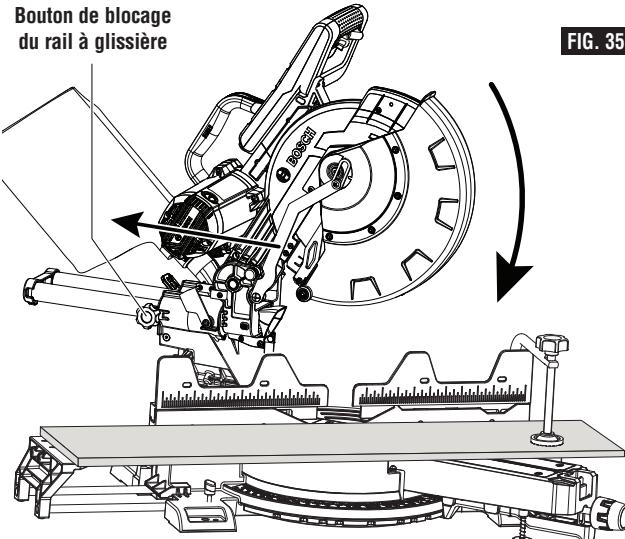

FIG. 35
- Faites glisser la tête de la scie vers l'arrière jusqu'au bout de sa course (figure 35).
**AVERTISSEMENT** Soyez conscient de la trajectoire de la lame. Faites une passe de pratique avec la scie hors tension en réalisant une simulation du cycle de coupe, et observez la trajectoire projetée de la lame de scie. Gardez les mains à au moins six (6) pouces de la trajectoire projetée de la lame de scie.